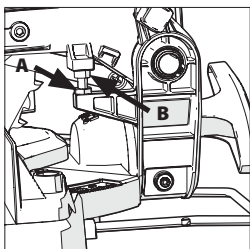

Fig. 12A + 12B
- Slăbiți contrapiulița de pe șurubul de oprire a cursei descendente cu o cheie de 10 mm (nefurnizată) (**Fig. 12A**).